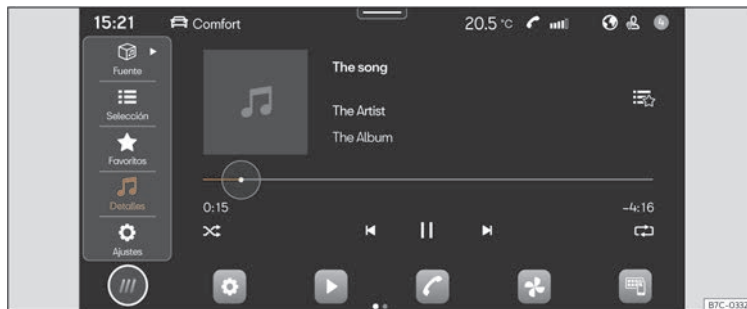

Fig. 153 Representació esquemàtica: Vista Multimedia.
- Premeu **HOME** > ► >>> **fig. 153**.